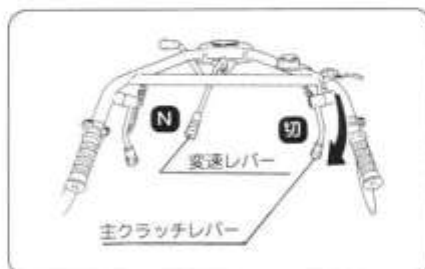

図22
① 変速の際は
- 変速レバーの操作は主クラッチレバーを切ってからおこなってください。(図22)